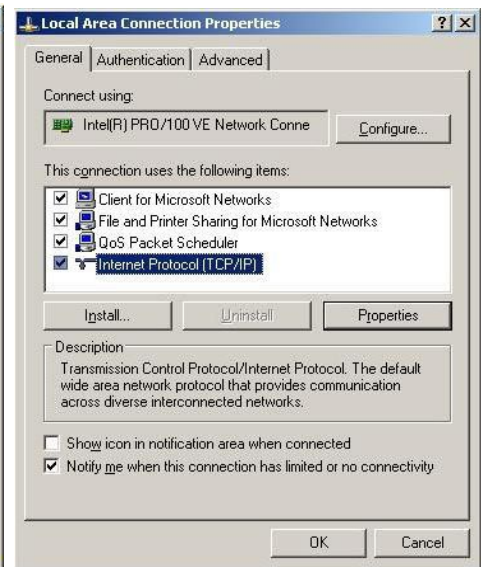

Bild 2
- ▶ Mit einem <Doppelklick> auf „Internetprotokoll“ (Bild 2) wird die Funktion gestartet.